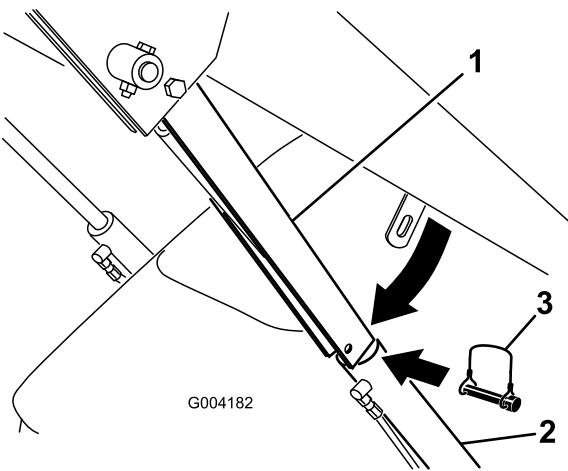

Bild 24
- Entfernen Sie den Klappstecker, mit dem das Zylinderschloss am Hubarm befestigt ist (Bild 24).
5. Senken Sie das Zylinderschloss über die Zylinderstange und befestigen Sie es mit dem Klappstecker (Bild 24).